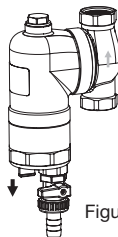

Figura 4
2. Destornillar el soporte del imán a mano (Figura 4).